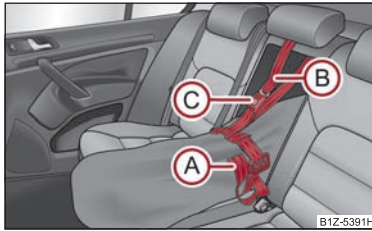

Fig. 5 Fissaggio della sacca per carichi passanti
- Fissare il nastro di trazione (A) intorno all'estremità libera degli sci ⇒ fig. 5.
- Far passare il nastro di fissaggio (B) attraverso l'apertura dello schienale intorno alla parte superiore dello schienale.
- Infilare il nastro di fissaggio (B) nella serratura (C) finché non scatta in posizione.